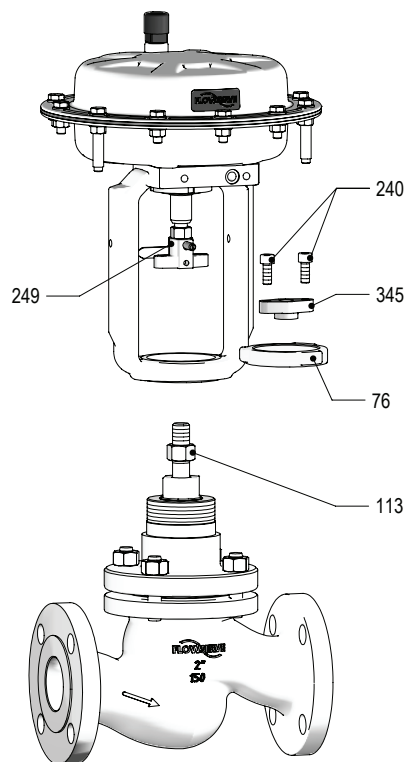

Рис. 8: Демонтаж привода
4. Ослабьте стопорную гайку (113) поворотом по часовой стрелке. Удерживайте верхнюю муфту (249) от вращения гаечным ключом. (См. рис. 8: Демонтаж привода)
5. Отверните винты (240) против часовой стрелки.
6. Отверните стопорную гайку (76) бугеля против часовой стрелки.